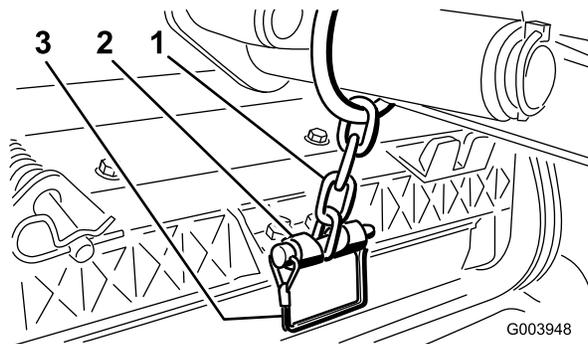

Рисунок 9
11. Прикрепите цепь подъемного рычага к кронштейну цепи с помощью стопорного штифта (Рисунок 9).